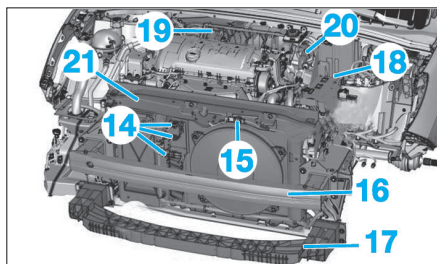

Fig. 84
- Dégrafer et écarter le boîtier fusibles moteur (8).
- le raccord d'entrée d'air (9),
- le couvercle de filtre à air (10),
- le couvercle du boîtier de servitude moteur (11),
- le cache batterie (12),
- l'armature de bouclier (13),
- les connecteurs du motoventilateur (14) (Fig.84),
- le connecteur du contacteur de capot (15).
- la traverse (16),
- la poutre piéton (17),
- le bac à batterie (18),
- le boîtier du filtre à air (19).
- Désaccoupler les durits de l'aérotherme (20).
- Déposer la façade avant (21).